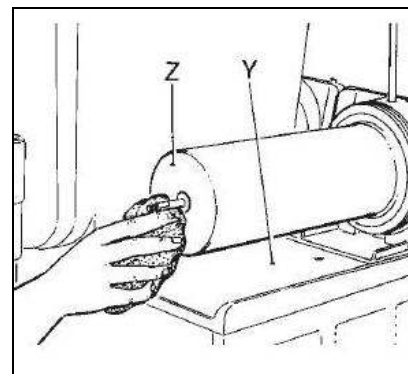

Fig. 15
- Lavez soigneusement l'évaporateur Z et le bac de condensation Y à l'aide d'une éponge imbibée d'eau claire, en éliminant tout produit résiduel (voir fig.15).